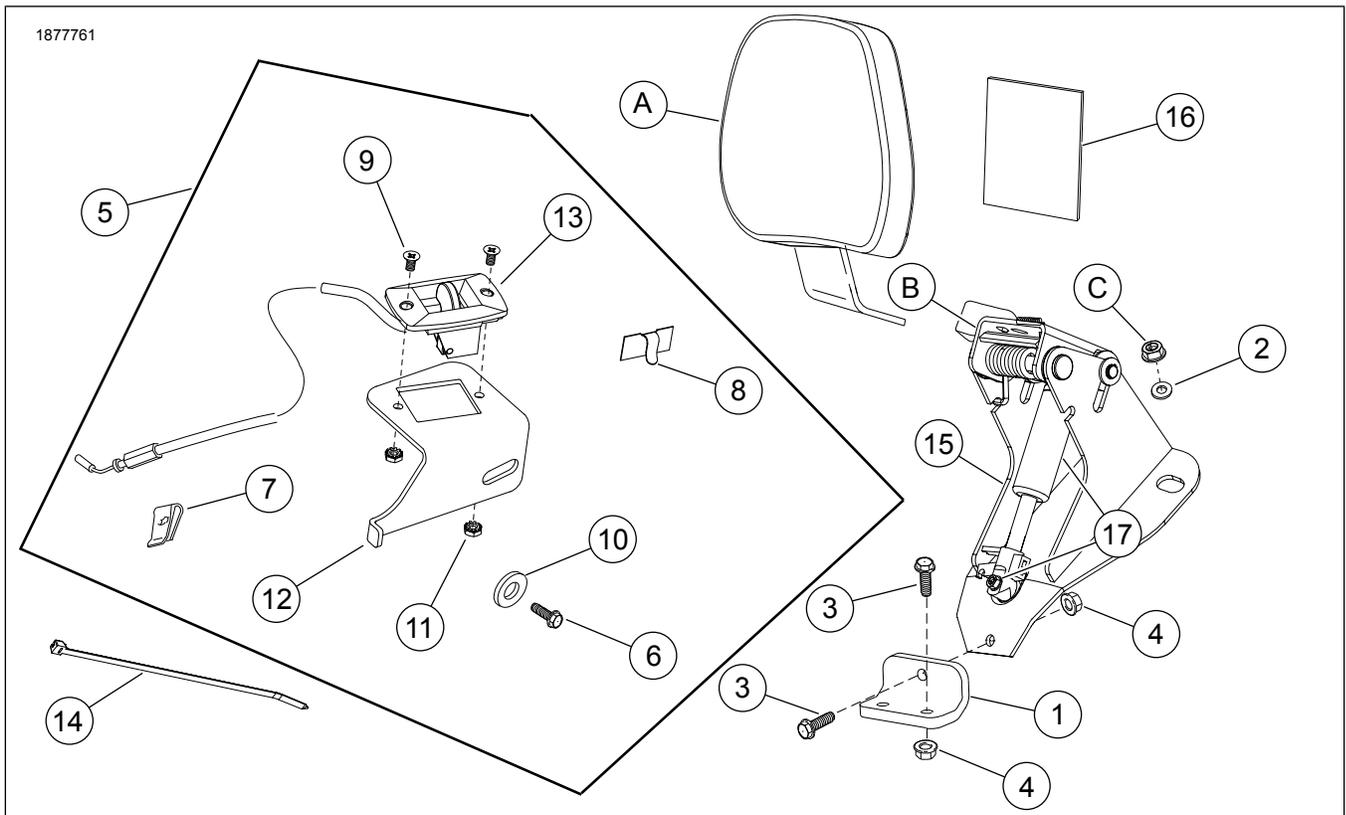

Figure 1. Contenu du kit : Kit de matériel de montage de dossier pilote réglable FL
9. Consultez Figure 1. Installer la poignée d'actionneur (13) avec câble au support (12) de la poignée d'actionneur de sorte que le câble pointe vers le bas une fois installé.
10. Serrer les vis (9) et les écrous (11).